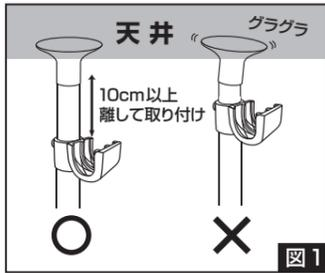

図1
- 各パーツは天井から10cm以上離して設置してください。(図1参照)